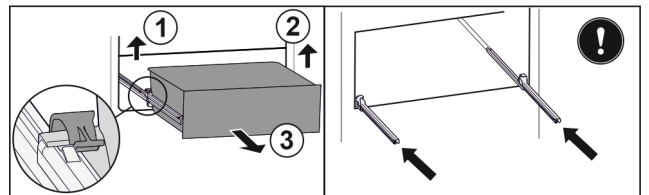

Fig. 89
- Sollevare il morsetto sinistro e allo stesso tempo tirare in avanti il cassetto sinistro. Fig. 89 (1)
- Sollevare il morsetto destro e allo stesso tempo tirare in avanti il cassetto destro. Fig. 89 (2)
- Rimuovere il cassetto tirandolo in avanti. Fig. 89 (3)